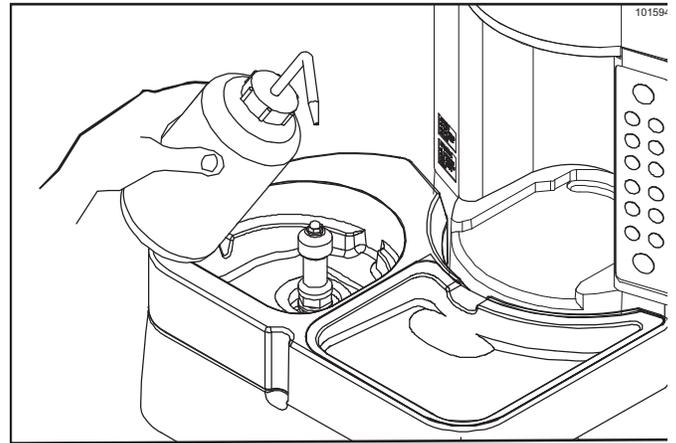

Figura 6-20
30. **Máquinas con estación de enjuague:** Llene la botella flexible de solución de limpieza/desinfección y lave a fondo la zona de la estación de enjuague. (Véase la figura 6-20).